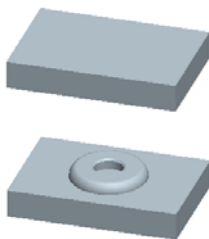

图 18.2.35 移动上模
Step5. 在 **▼ DEFINE STEP (定义间距)** 菜单中, 选择 **Done (完成)** 命令。移动上模后, 模型如图 18.2.35 所示。